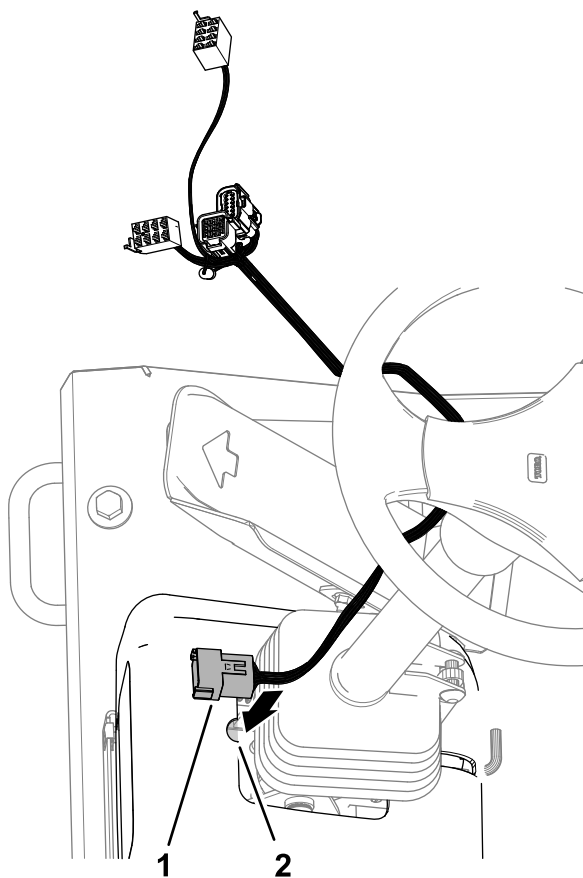

Figure 21
4. Faites passer le connecteur à 12 broches au bout du faisceau de commande par le cran du couvercle du mécanisme de direction (Figure 21).